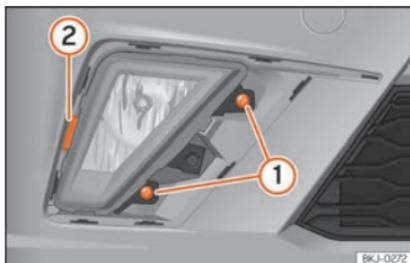

Fig. 57 Farol de nevoeiro: desmontar o porta-lâmpadas
- Retire os dois parafusos »» **Fig. 57** ① e faça de alavanca no grampo ② para retirar o farol de nevoeiro.